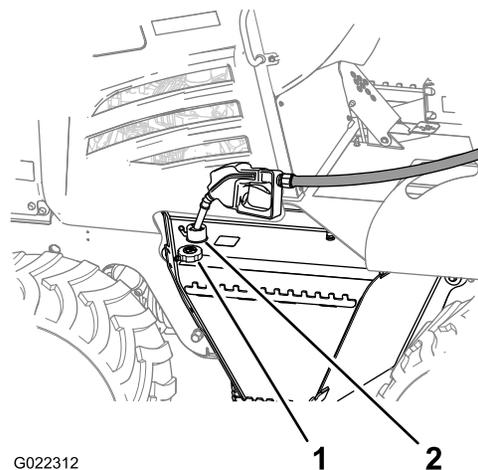

Figura 19
1. Limpie la zona alrededor del tapón del depósito de combustible (Figura 19) y retire el tapón del depósito.